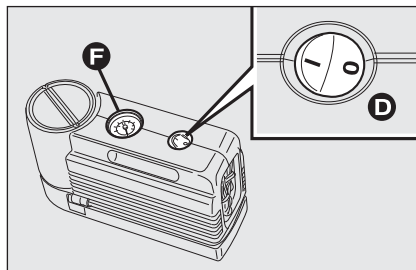
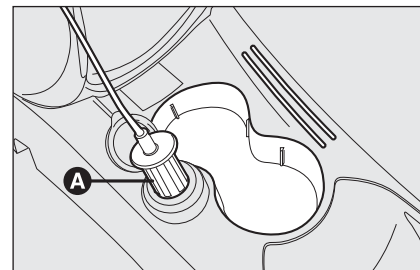

fig. 5
fig. 6
- assicurarsi che l'interruttore **D-fig. 5** del compressore sia in posizione 0 (spento), avviare il motore, inserire la spina **A-fig. 6** nell'accendisigari (o presa 12V) e azionare il compressore portando l'interruttore **D-fig. 5** in posizione **I** (acceso). Gonfiare il pneumatico alla pressione prescritta nel paragrafo "Pressione di gonfiaggio" del capitolo "Dati Tecnici". Per ottenere una lettura più precisa, si consiglia di verificare il valore della pressione sul manometro **F-fig. 5** con il compressore spento;